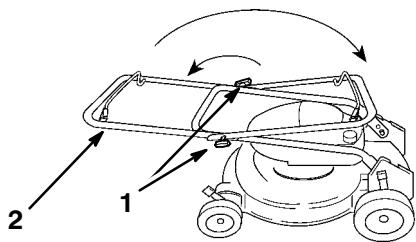

Figure 2
1. Desserrez les boutons du mancheron et relever le mancheron supérieur en arc de cercle jusqu'à ce qu'il soit dans le prolongement du mancheron inférieur et que les extrémités s'emboîtent (Fig. 2).
3. Pivoter le mancheron vers l'arrière jusqu'à ce qu'il s'engage avec un déclic dans ses supports (Fig. 2).